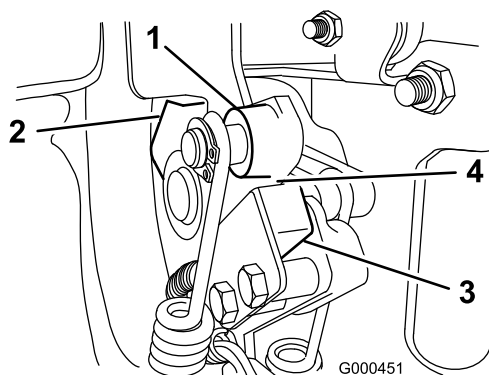

Figure 29
2. Engagez le levier de commande de déplacement jusqu'à ce qu'il touche la butée de point mort (Figure 29).
3. Desserrez les fixations du contacteur de sécurité (Figure 29).
4. Placez une cale de 0,8 mm entre le levier de commande de déplacement et le contacteur de sécurité (Figure 29).